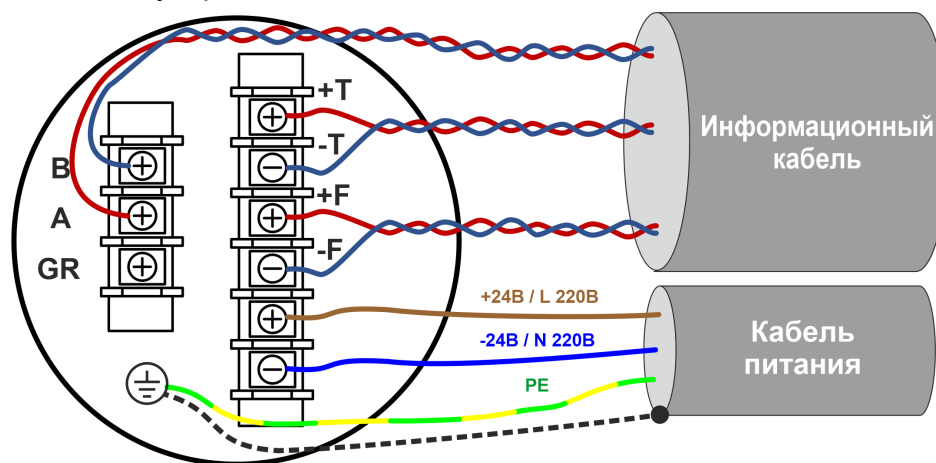

Рисунок 3.22 Подключение внешних соединений
**ВНИМАНИЕ!** Во избежание возникновения уравнивающих токов, запрещается подключать экраны информационных кабелей с обеих сторон. Экран информационного кабеля подключается со стороны внешних устройств. А экран кабеля питания подключается к клемме внутри корпуса ИП, как показано на рис. 3.22. При подключении выдерживать минимально возможную длину расплетенного экрана.